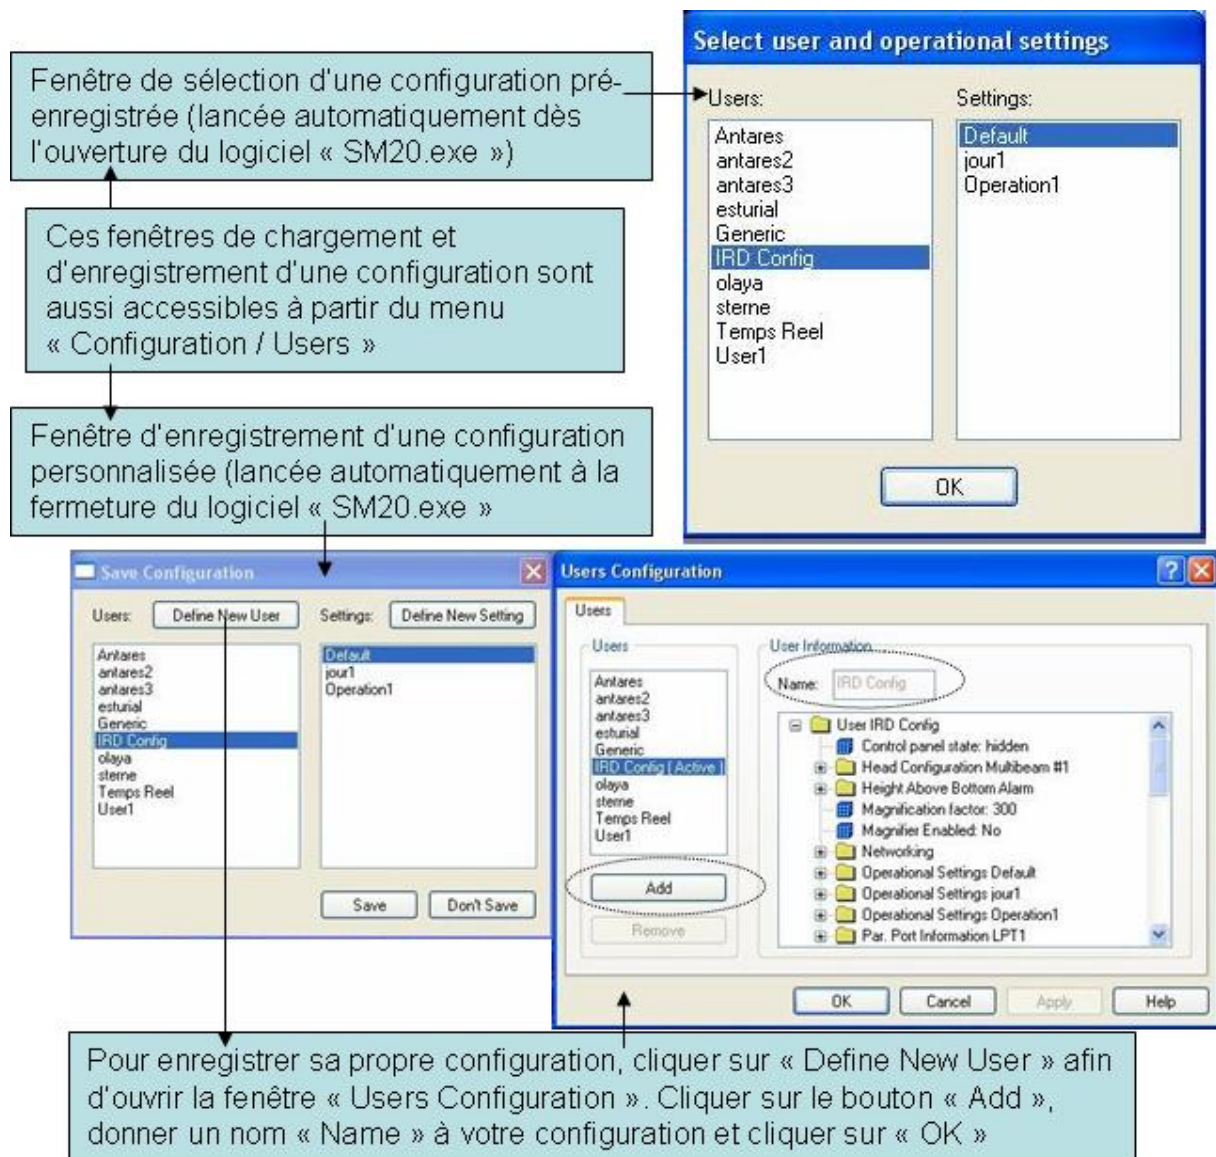

Figure 2-1
- Une fois l'application lancée, une fenêtre (Figure 2-1) « select user and operational settings » permet de choisir une configuration avec des valeurs pré enregistrées pour la plupart des paramètres. Dans « settings », en choisissant la configuration « IRD Config », une configuration simple et cohérente du SM20 est disponible. Si par la suite l'opérateur modifie ce paramétrage, il pourra enregistrer sa propre configuration en enregistrant un nouveau dossier de configuration à partir du menu « Configuration/Users » (qui s'ouvre aussi automatiquement avant de quitter le logiciel « SM20.exe »).